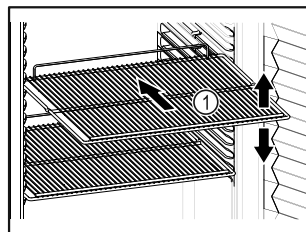

Fig. 82 Príklad zobrazenia
- Ak sa dajú odkladacie rošty Fig. 82 (1) premiestniť, prispôbte výšku.